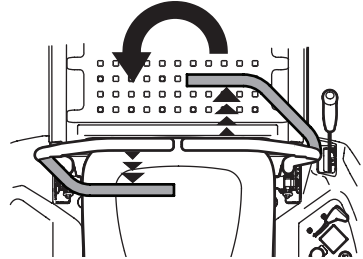

Figura 30
3. Para girar en sentido contrario a las agujas del reloj, mueva la palanca de control de la transmisión de la barra de seguridad derecha hacia adelante mientras mueve simultáneamente la palanca de control de la transmisión de la barra de seguridad izquierda hacia atrás. Consulte la Figura 30.